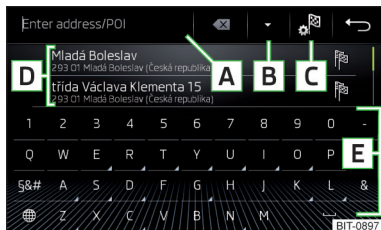
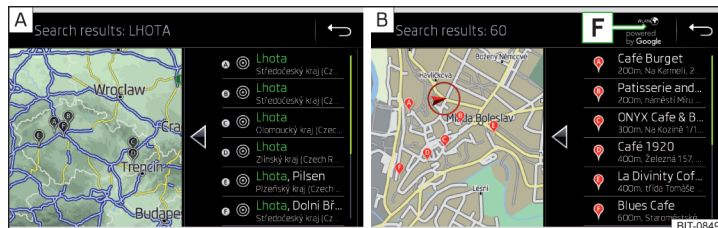

Fig. 163
Fig. 164 Lista destinațiilor căutate: în datele de navigație/online
Suprafețe de comandă funcții » fig. 163 și » fig. 164
În zona **D** » fig. 163, se afișează o listă a destinațiilor căutate.
- ▶ **sa:** Atingeți suprafața de comandă funcții **[B]** » fig. 163.
- 📍 Destinații căutate în datele de navigație » fig. 164 - **[A]**.
- 📍 Destinații căutate online » fig. 164 - **[B]**.